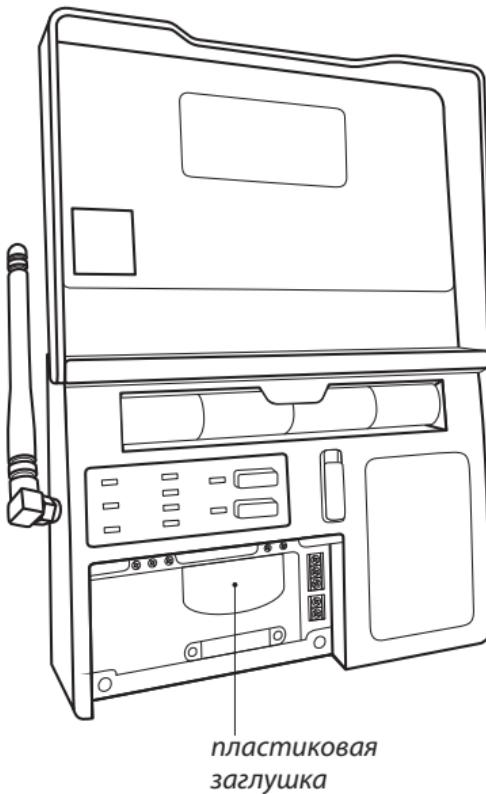

Рис. 6. Вид модуля управления Neptun ProW+ WiFi с открытой крышкой коммутационного отсека
3. Откройте крышку коммутационного отсека (рис. 6).
4. Выполните подключение проводных датчиков серии SW, проводов электропитания и кранов с электроприводами в соответствии со схемой на рис. 5. При необходимости, для ввода проводов в коммутационный отсек удалите пластиковую заглушку, расположенную в нижней части корпуса прибора при помощи отвёртки (рис. 6, 7).